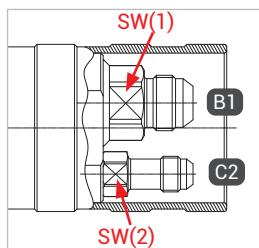

Figure 1
- ▶ Dévissez les trois vis à tête fraisée (pos. 4) pour le manchon de protection (pos. 5) à l'aide d'un tournevis à six pans creux SW2,5. Enlever le manchon de protection et le tirer sur le flexible de remplissage et la conduite de retour de gaz.
- ▶ Lors du montage du flexible de remplissage et de retour du gaz, exercez une contre-pression sur les méplats SW(1) et SW(2) (Figure 1) à l'aide d'une clé à fourche.
- ▶ Vissez hermétiquement l'entrée fluide « B1 » à l'embout de raccordement du flexible de remplissage (Figure 1).
- ▶ Vissez hermétiquement la conduite de retour du gaz « C2 » à l'embout de raccordement du flexible de retour du gaz (Figure 1).